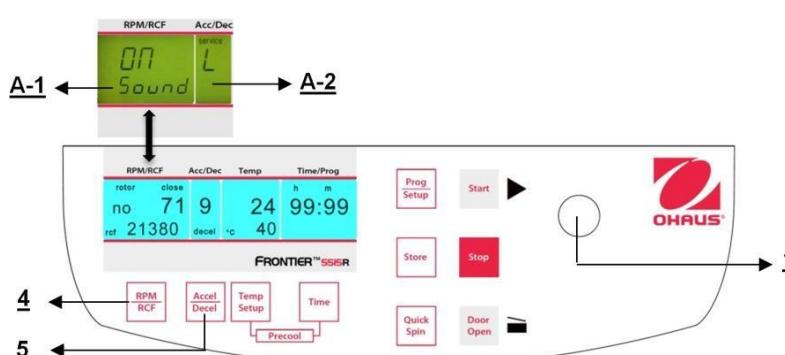

Figure. 36
Poursuivre conformément à la description du paragraphe 4.1.1 pour entrer dans ce mode de programme et appuyer ensuite sur la touche "**Accel/Decel**" (5). Sur l'affichage "**Acc/Dec**" (A-2), le mot "**Service**" clignote. Sélectionner maintenant la lettre "**U**" avec le bouton de réglage (1). Ceci entraîne l'apparition des mots "**Vol=0-9/Sound**" sur l'affichage "**RPM | RCF**" (A-1). Après avoir appuyé sur la touche "**RPM | RCF**" (4), l'utilisateur peut régler le volume désiré entre 0 (faible) et 9 (fort) avec le bouton de réglage (1) (voir la figure 36).